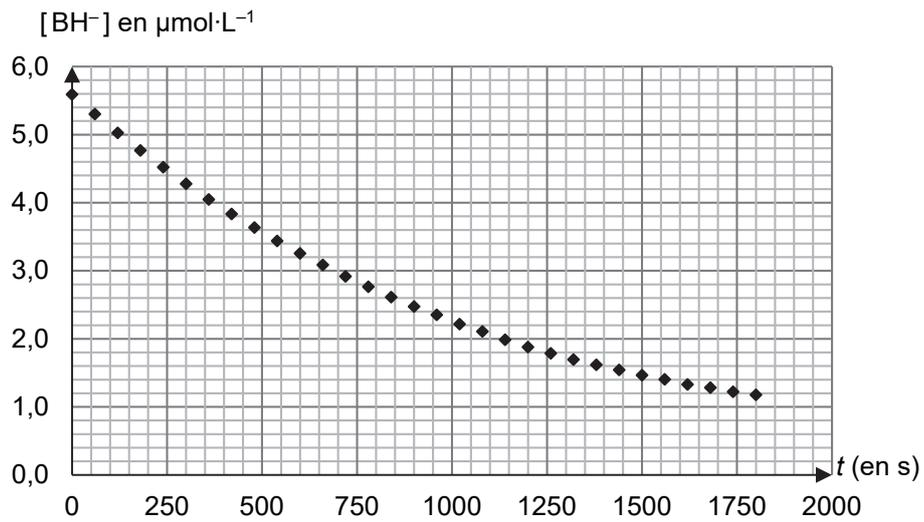

Figure 4. Évolution temporelle de la concentration en ions BH-
- suivre l'évolution de l'absorbance par spectrophotométrie pendant une trentaine de minutes et tracer l'évolution temporelle de la concentration en ions  $\text{BH}^-$ , notée  $[\text{BH}^-]$  (voir figure 4).